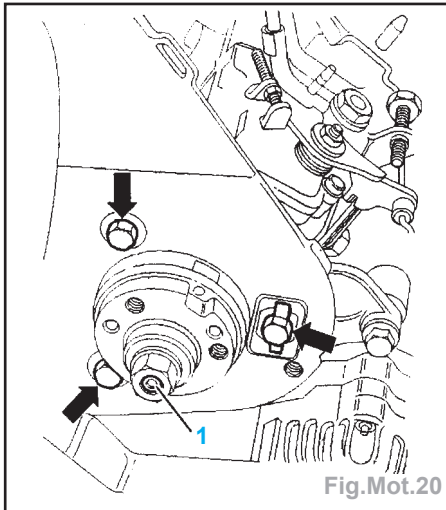

Fig.Mot.20
- Débrancher la connexion vers l'appareil de commande pour coupure de carburant (2) et déclipser la fiche du support.
**Important :** Ne desserrer en aucun cas l'écrou (1) du moyeu de la pompe d'injection. Sinon, le calage de base de la pompe d'injection est dérégulé et ne peut pas être réglé avec les outils d'atelier. (Fig. Mot.20).